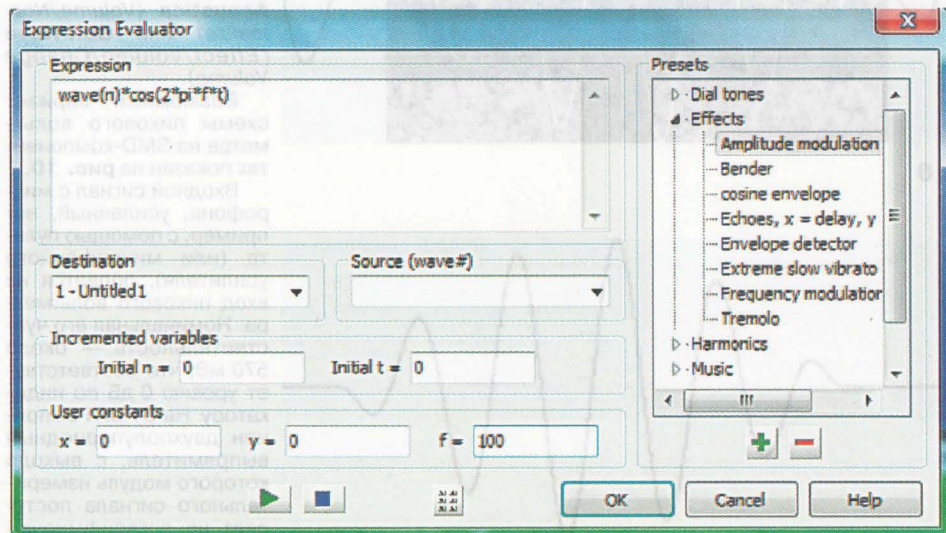

Рис. 6
5. Для обработки огибающей сигнала по косинусоидальному закону снова воспользуемся меню пресета (рис. 6) и зададим частоту амплитудной модуляции глубиной 100% в 10 раз ниже исходной частоты, т. е. 100 Гц. Частоту с дробным числом записывают через точку, например, для основной частоты 24 Гц модулирующая частота равна 2,4 Гц, которую записывают в окне через точку: 2.4. Брать частоту основного тона выше 4...5 кГц не имеет смысла.